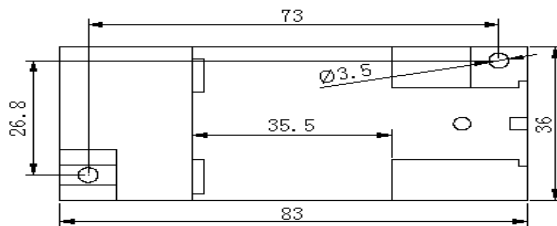

图5 安装尺寸图
- ① 高精度大电流仪表校验仪输出直接接入, 如图 5, 记录仪表校验仪的显示数据;
- ② 使用普通高精度仪表校验仪作为信号源时, 采用安匝